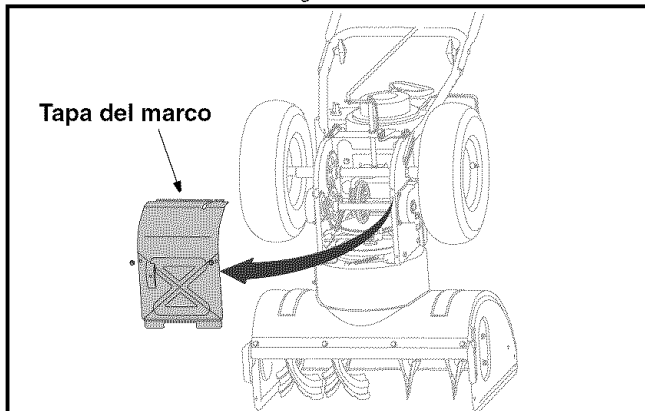

Figura 14
1. Saque los dos tornillos autorroscantes de la cubierta del marco ubicada debajo de la máquina quitanieve. Consulte la Figura 14.
- Incline la máquina quitanieve hacia arriba y hacia adelante de manera que quede apoyada sobre la caja. Saque los dos tornillos autorroscantes de la tapa del marco ubicada debajo de la máquina quitanieve y mueva hacia fuera dicha cubierta. Vea Figura 14.
- Incline la máquina quitanieve hacia arriba y hacia adelante de manera que quede apoyada sobre la caja. Saque los dos tornillos autorroscantes de la tapa del marco ubicada debajo de la máquina quitanieve y mueva hacia fuera dicha tapa. Consulte la Figura 14.